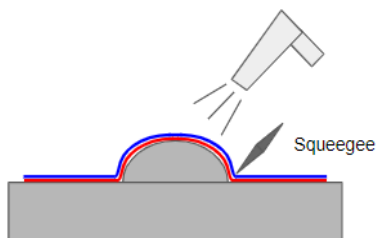

Fig.12
- 3) Pressez fermement le vinyle autour du rivet à l'aide de la raclette et d'un pistolet à air chaud. La température de pose doit se situer entre 45 et 60° C. *Fig.12*